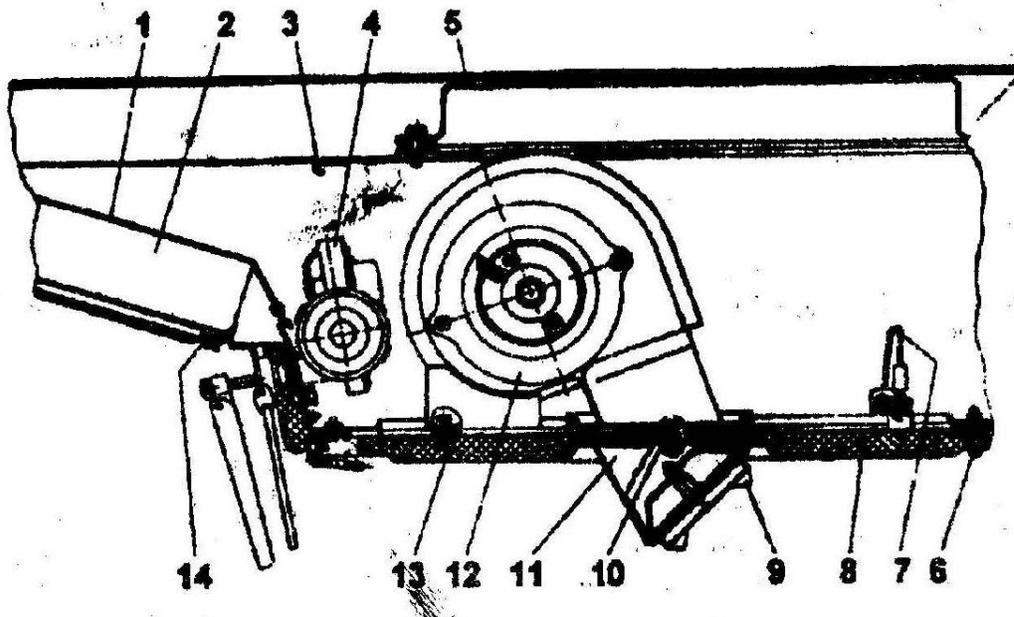

Рис. 62. Вентиляционная установка кабины:
- 1) открутите винты 6 (рис. 62) и опустите крышку 8 люка в нижнее положение;